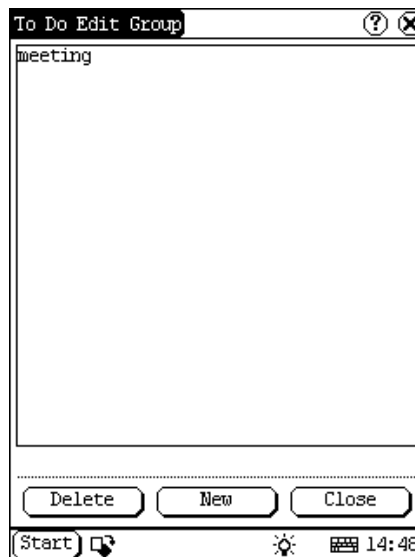

Abb. 4-26
- 1) Zum Anzeigen der Typenliste klicken Sie auf [▼]-Taste rechts von 'Gruppe' auf dem Interface ①.
- 2) In der Typenliste wählen Sie Bearbeitungsgruppe, um das Interface zu öffnen. Siehe Abb. 4-26.